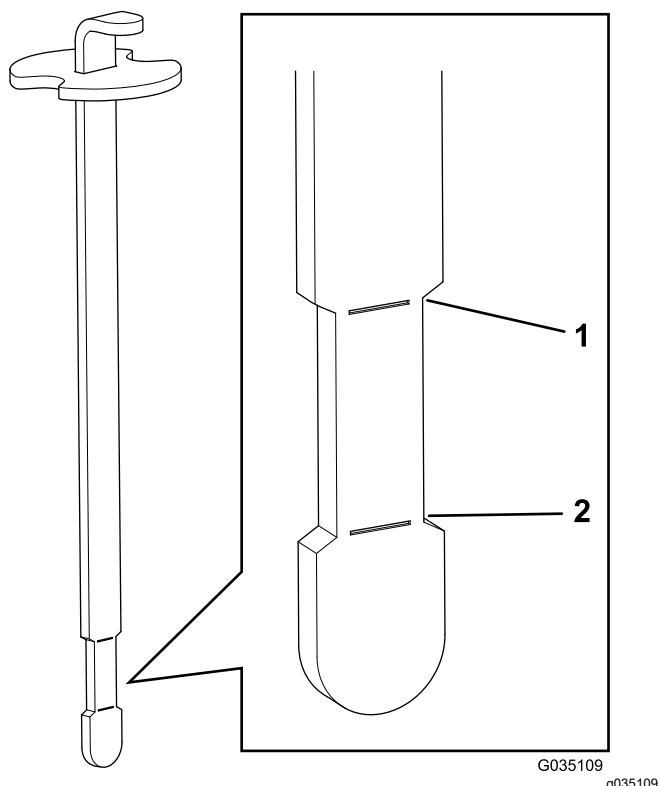

Figure 40
6. Remettez la jauge dans le goulot de remplissage, ressortez-la et contrôlez le niveau de liquide (Figure 40).